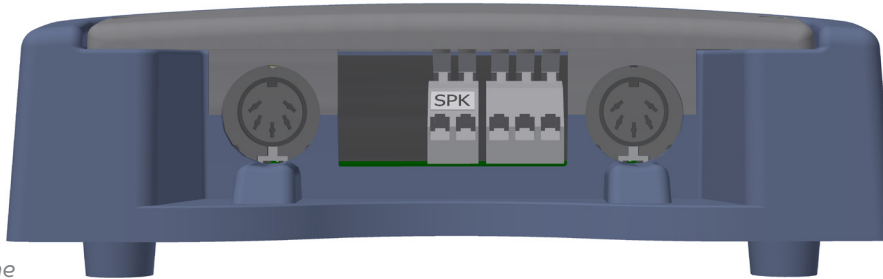

Fig 4: Installazione
4. Collegare i cavi di trasmissione (TX) e di ricezione (RX) alle prese del controller (vedere Fig 4). Nota: è possibile utilizzare sia l'una che l'altra presa dato che il programma intelligente riconosce il tipo di rilevatore collegato.